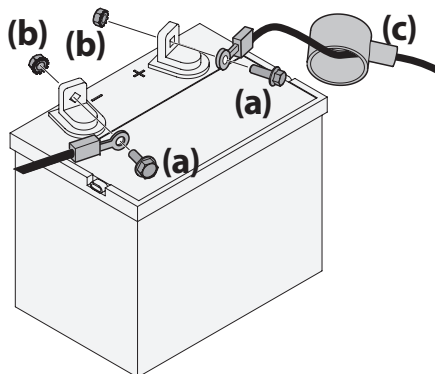

Figure 11
1. Retirez le protecteur en plastique, le cas échéant, de la borne positive. Connectez le raccord rouge à la borne positive (+) avec un boulon (a) et un écrou (b). Voir Figure 11.
2. Retirez le protecteur en plastique, le cas échéant, de la borne négative de la batterie et fixez le câble noir à la borne négative (-) avec un boulon (a) et un écrou (b). Voir Figure 11.